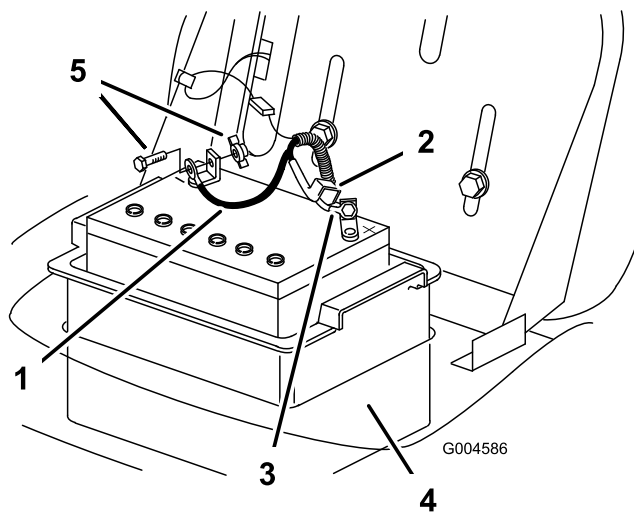

Figure 28
7. Débranchez le câble négatif (noir) de mise à la masse de la borne de la batterie (Figure 28).
- Débranchez le câble positif (rouge) de la borne de la batterie (Figure 28).
- Sortez le compartiment de la batterie et la batterie du châssis (Figure 28).
- Placez le compartiment de la batterie et la batterie dans le châssis (Figure 28).
- Connectez le câble positif (rouge) à la borne positive (+) de la batterie à l'aide du boulon et de l'écrou à oreilles (Figure 28).
- Connectez le câble négatif (noir) à la borne négative (-) de la batterie à l'aide du boulon et de l'écrou à oreilles (Figure 28).